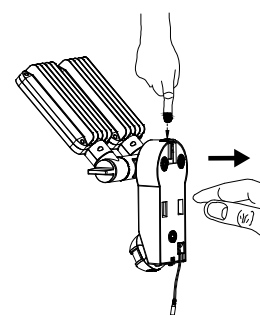

Рисунок 2
- Нажмите кнопку разблокировки на верхней стороне (рисунок 2) и откройте корпус, потянув за планку настенного кронштейна